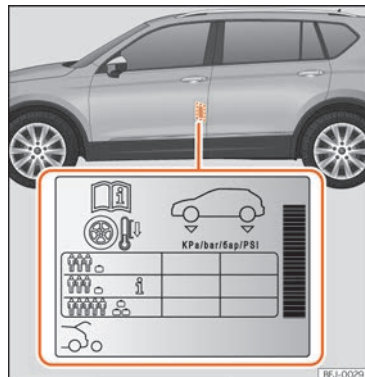

Abb. 245 Einbauort des Aufklebers für den Reifenfülldruck.
- Passen Sie bei größerer Zuladung den Reifendruck entsprechend an »» [Abb. 245].
Die Angaben zum Reifenfülldruck befinden sich auf dem Aufkleber an der Fahrertürsäule »» [Abb. 245].
fülldruck entsprechend dem auf dem Reifenfülldruck-Aufkleber angegebenen maximalen Wert erhöht werden »» [Abb. 245].
Füllen Sie bei einem minimierten Notrad (125/70 R16 oder 125/70 R18) auf einen Druck von 4,2 bar, gemäß Angabe auf dem Aufkleber mit den Reifendruckwerten »» [Abb. 245].
Je nach Fahrzeug kann der Reifenfülldruck auf halbe Last eingestellt werden, um den Fahrkomfort zu verbessern (Reifenfülldruck **i** »» [Abb. 245]). Beim Fahren mit Komfort-Reifendruck kann sich der Kraftstoffverbrauch leicht erhöhen.
- **Der Fahrer ist verantwortlich für den richtigen Reifenfülldruck an allen Reifen am Fahrzeug. Der empfohlene Reifenfülldruck befindet sich auf einem Aufkleber »» [Abb. 245].**
- **Immer den richtigen Reifenfülldruck am kalten Reifen einhalten, wie auf dem Aufkleber angegeben »» [Abb. 245].**